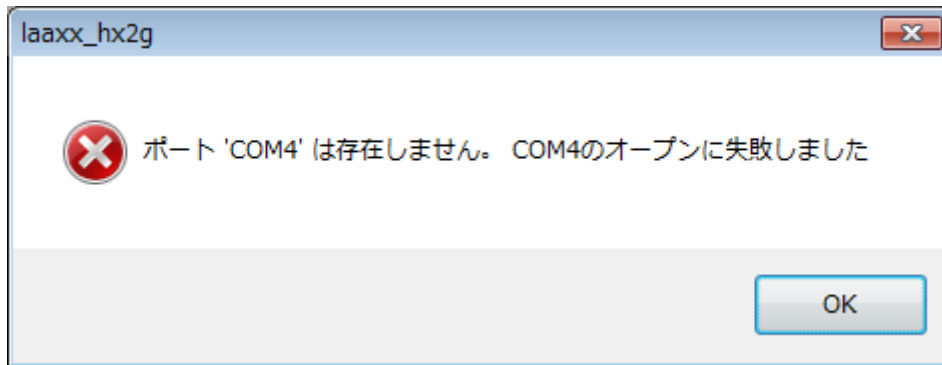

図 3-2 ポート初期化失敗(例:COM4 設定時)
(1) 「ポート 'COM*' は存在しません。COM*のオープンに失敗しました」と表示された場合 (図 3-2)